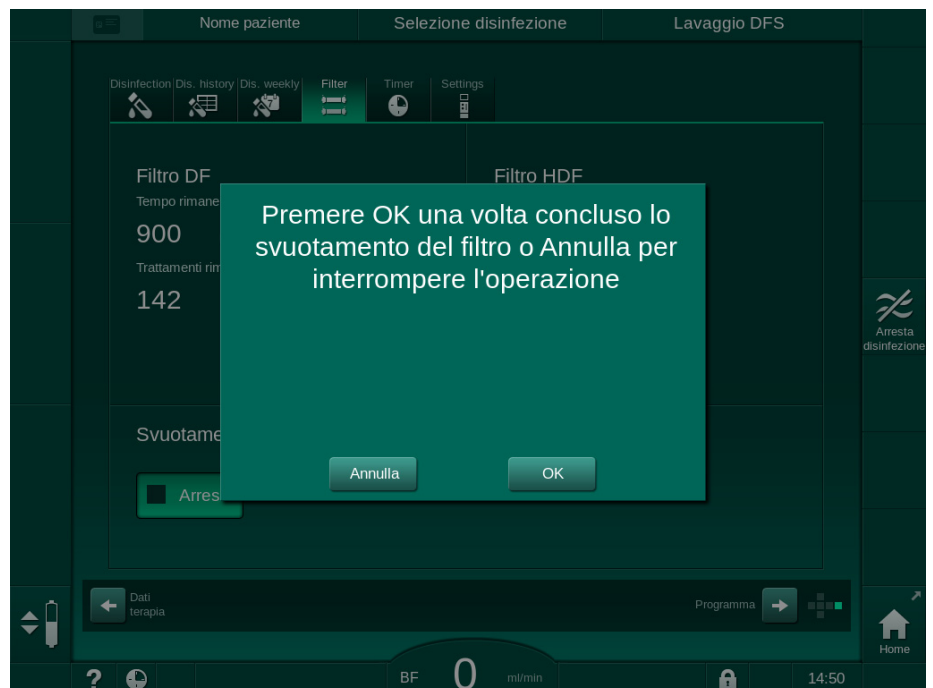

Fig. 7-3 Finestra di conferma sostituzione filtro
14. Toccare *OK* sulla finestra di conferma sostituzione del filtro (Fig. 7-3) per confermare che i filtri sono stati sostituiti.
16. Verificare se il serbatoio alla base dell'apparecchiatura presenta liquido residuo e pulire se necessario (vedere Pulizia della base con serbatoio di raccolta e sensore perdite (200)).